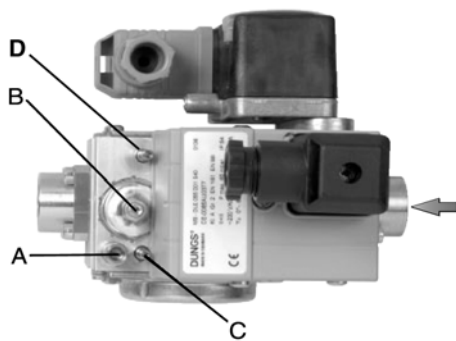
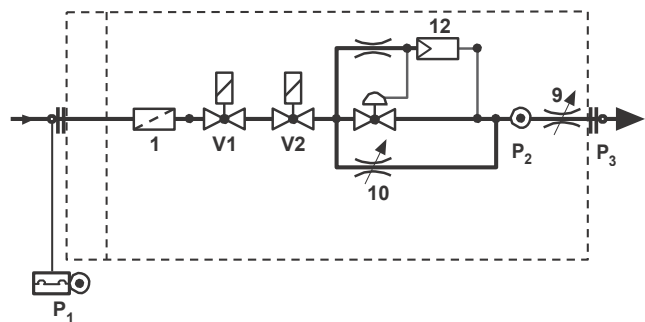

Fig. 8 -DUNGS MBC 65-DLE
Fig. 9
- A. Raccord de pression P2 (Fig. 9) avant de la vanne D
- C. Soupape d'allumage (n.10 sur la Fig. 9)
- D. vanne de débit maximum (n.9 sur la Fig. 9)
- Dévisser la vis A (Fig. 8) du point de prise de pression et raccorder le manomètre;
- régler le régulateur de pression au minimum en tournant la vis de réglage B (Fig. 8) dans le sens contraire des aiguilles d'une montre;
- régler la flamme pendant la phase d'allumage à l'aide du by-pass C (voir Fig. 9 n.10). En tournant dans le sens des aiguilles d'une montre, le débit de l'unité diminue, alors qu'il augmente en tournant dans le sens inverse des aiguilles d'une montre. Il est recommandé de ne pas dépasser avec le débit d'allumage, sous peine de l'inefficacité du stabilisateur B (Fig. 8).
Tourner le régulateur de pression jusqu'à ce que le débit souhaité soit atteint à l'aide de la vis de réglage B (Fig. 8) : pour augmenter le débit, appuyer sur le bouton. Tourner la vis dans le sens des aiguilles d'une montre pour réduire le débit, tourner la vis dans le sens inverse des aiguilles d'une montre pour réduire le débit.
La vanne de régulation D du réducteur de débit de gaz principal est complètement ouverte en usine : sa position n'est pas doit être modifié. Une fois tous les réglages effectués, retirer le manomètre et revisser la vis de fermeture A (Fig. 8) dans la chambre de mesure.
Le réducteur de débit de gaz principal D a été complètement ouvert en usine: sa position ne doit pas être modifiée. Une fois tous les réglages effectués, serrer la vis de fermeture A (Fig. 8).dans la prise du manomètre..